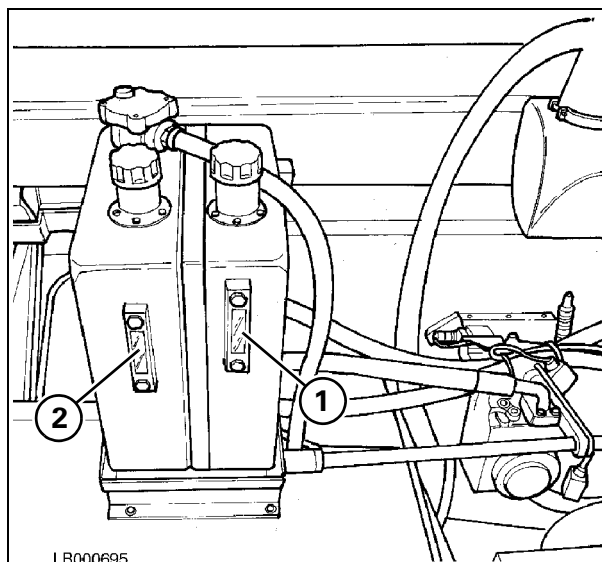

Рис. 8
**4.) - Уровень масла в баках гидравлической и гидростатической систем** Рис. 8